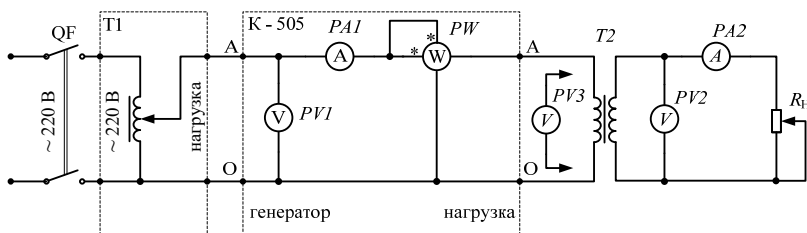

Рис. 10.1. Электрическая схема исследуемой цепи
Исследуемый трансформатор $T2$ подключается к выходным зажимам комплекта измерительных приборов К-505 (рис. 10.1). Напряжение, подаваемое на исследуемый трансформатор, регулируется с помощью лабораторного автотрансформатора $T1$, входные зажимы которого подключаются к автоматическому выключателю QF . Исследуемый режим работы трансформатора определяется сопротивлением нагрузки R_n . Вольтметр $PV3$ подключается к входным зажимам трансформатора только в опыте короткого замыкания, который проводится при пониженном входном напряжении.
2. Собрать электрическую цепь, соответствующую схеме замещения (рис. 10.1), и показать её преподавателю или лаборанту.